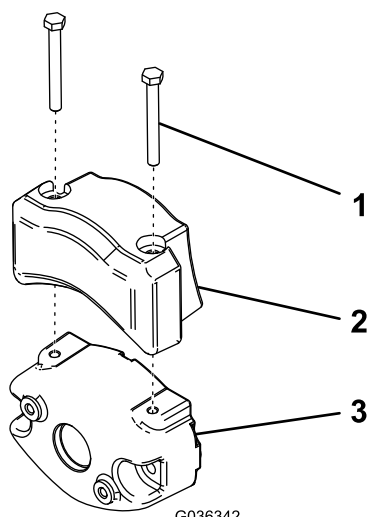

Figura 9
4. Fissate il contrappeso elettrico al contrappeso esistente con 2 vite a testa cilindrica, come illustrato nella Figura 9.